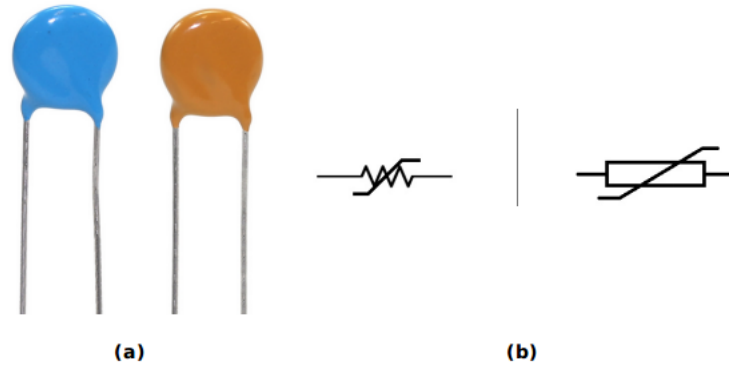

Figura 24: (a)Exemplo do componente físico "Varistor". (b) Exemplo da simbologia do componente "Varistor".
- Varistor - Esse componente varia a sua resistência quando tem diferentes níveis de tensão aplicados a ele. Conforme aumenta a tensão entre ele a resistência diminui e quando reduz a tensão aplicada sobre ele a resistência aumenta, uma aplicação clássica observada deste elemento são sistemas de proteção contra descarga atmosférica (SPDA), como apresentado na Figura 24;